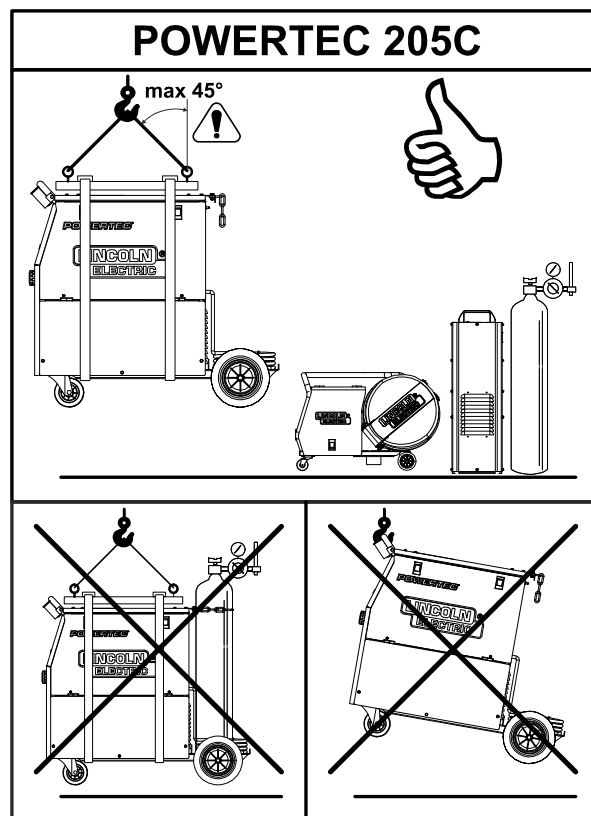

Figura 20.
Pentru a transporta și a ridica în siguranță **POWERTEC® 205C** (consultați Figura 20):
- Utilizați echipamente cu capacitate adecvată pentru a ridica și a susține unitatea. Folosiți o traversă și minimum două curele, așa cum se arată în Figura 20.